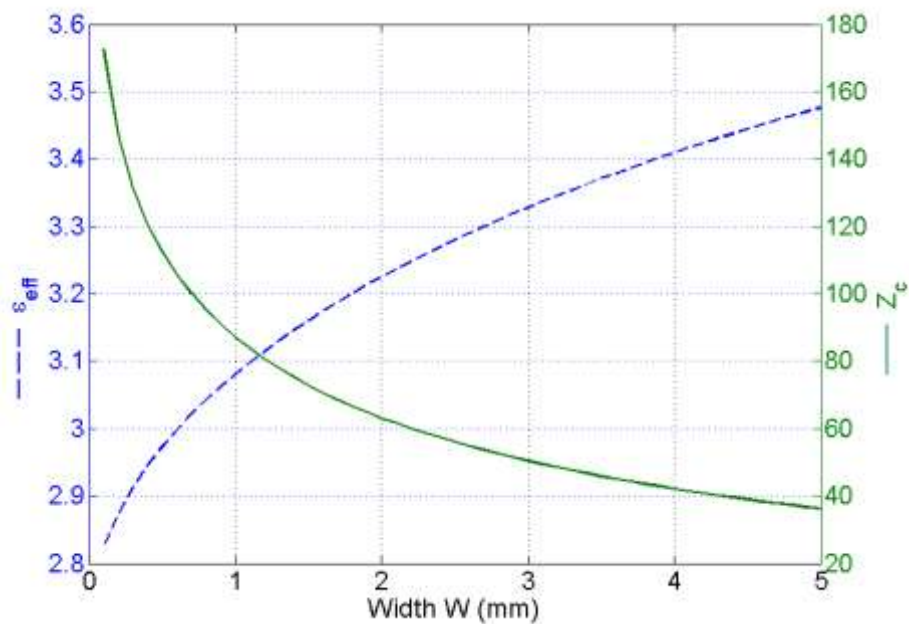

Fig.4
5. En utilisant la figure 4, calculer alors la longueur d'onde ( $\lambda_l = \lambda_0 \cdot \epsilon_r^{-0.5}$ ) dans la ligne pour la valeur de  $W_l$  déterminée dans la question précédente et en déduire la longueur de la ligne quart d'onde.